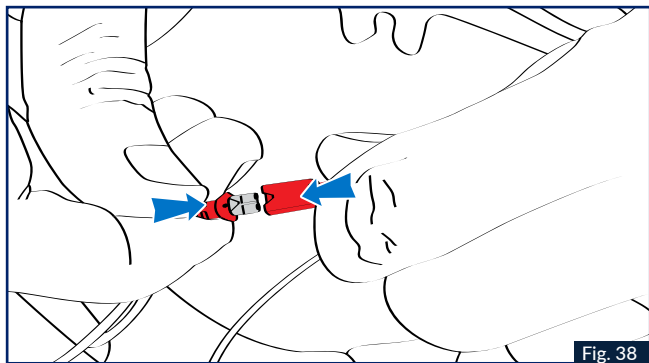

Fig. 38
9. Collegare il microfono (connettore rosso) e il gruppo comandi come indicato nella Fig. 38